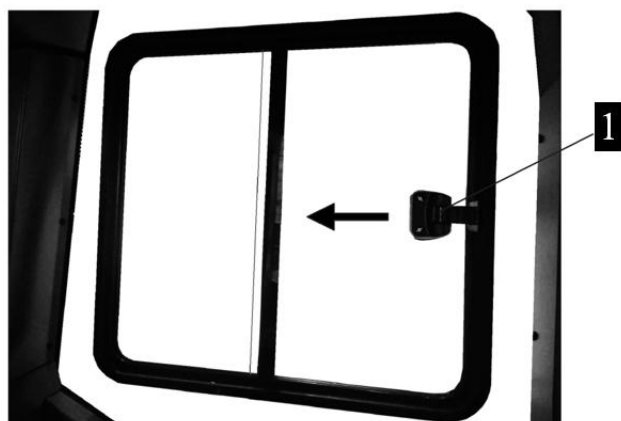

Рисунок 3.40. Открытие-закрытие окна
- ▶ Нажать на защелку 1, рис. 3.40;